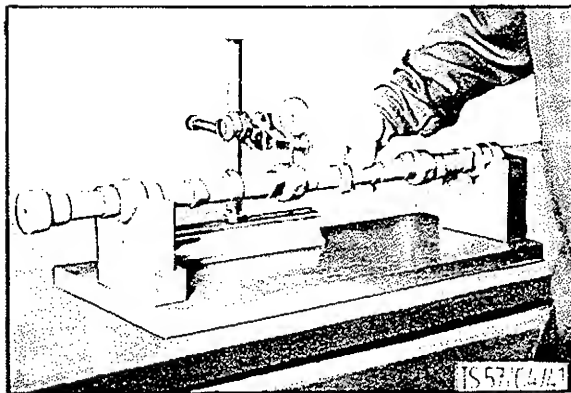

BILD 64: Nockenwelle auf Schlag messen
4. Nockenwelle auf Schlag prüfen (Bild 64) und gegebenenfalls auf der Presse richten.